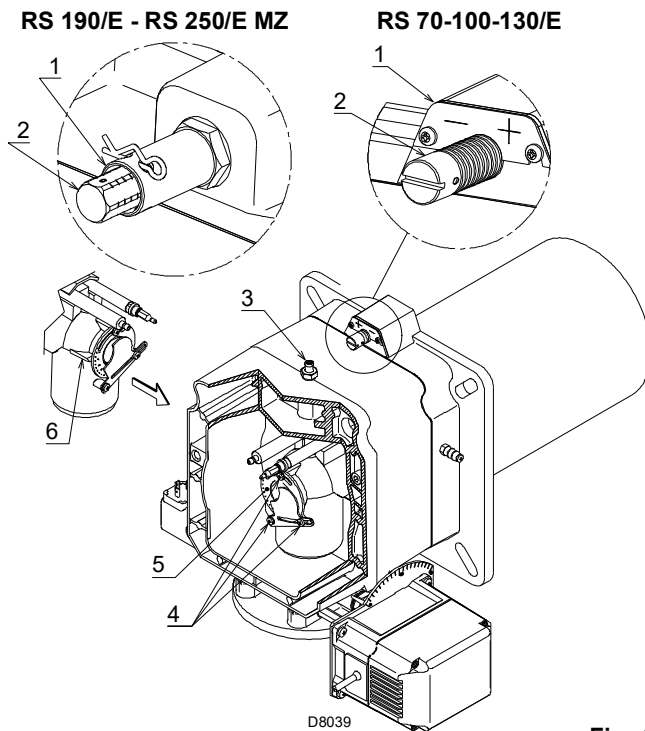

Fig. 18
- Girar el tornillo 2)(Fig. 18) hasta que coincida la muesca encontrada con el plano delantero 1) de la brida.
Para facilitar la regulación, aflojar el tornillo 6)(Fig. 18), regular y después bloquear.
- Aflojar los tornillos 4)(Fig. 18) y girar la tuerca 5) hasta que coincida la muesca hallada con el índice 6).